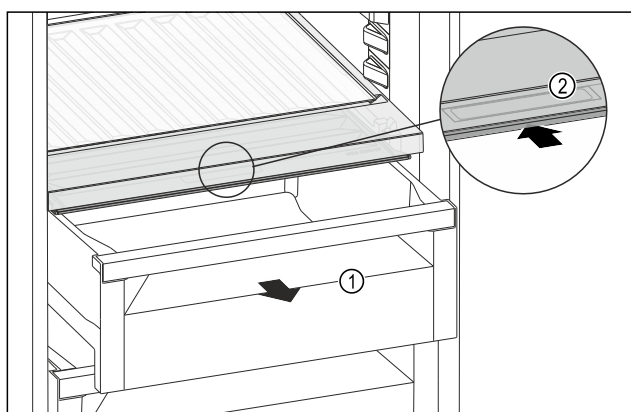

Fig. 108
- ▶ 拉出抽屉 Fig. 108 (1)。
- ▶ 抓住抽屉盖上的内嵌式拉手 Fig. 108 (2)，并同时向后推入抽屉盖。